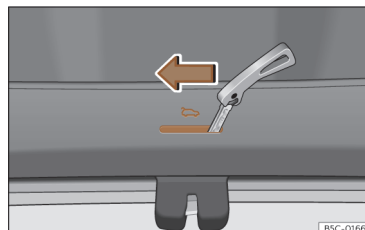

Fig. 24 Pormenor da bagageira: destrancagem de emergência.
- Introduza o palheta da chave na ranhura e desloque a chave no sentido da seta até que a fechadura desbloqueie >>> **Fig. 24.**